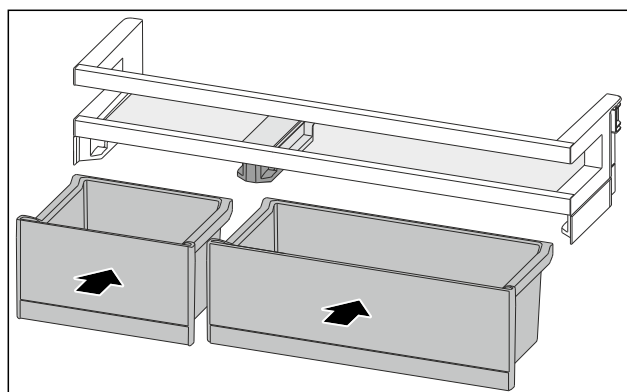

Fig. 151
- VarioBoxy vložte v opačném pořadí. (viz Fig. 151)